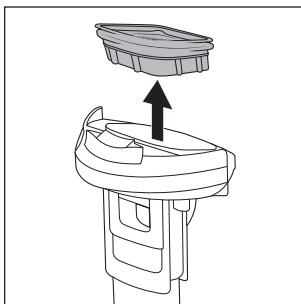

Abb. 24
- ♦ Entfernen Sie den Schmutzfilter **10** aus dem Schmutzwasserbehälter **2**, indem Sie mit den Fingern seitlich in die Öffnungen neben dem Schmutzfilter **10** fassen. Ziehen Sie dann den Schmutzfilter **10** nach oben aus dem Deckel des Schmutzwasserbehälters **9** (siehe Abb. 24).